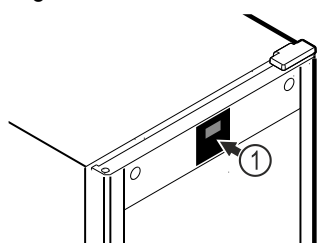

Fig. 52 Voorbeeld
De thermometer is in de fabriek al gekalibreerd (offset van +6 Kelvin). Als de temperatuur in het apparaat Fig. 52 (1) afwijkt van de temperatuurweergave, kunt u de thermometer kalibreren.